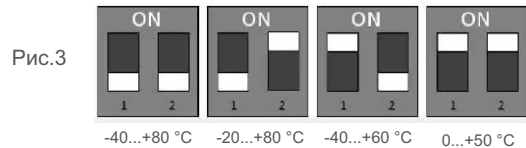

Рис.3
4. При помощи двух джамперов на плате прибора (рис. 3) задайте нужный диапазон преобразования сигнала по каналу температура.